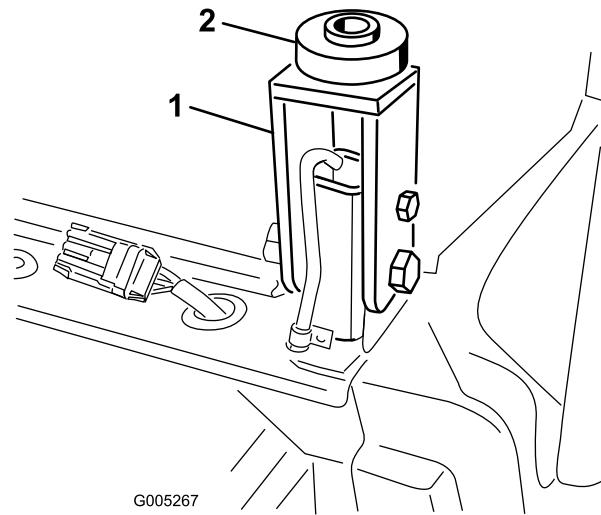

Рисунок 112
35. Установите резиновое крепление на каждую опору кабины в задних крепежных местах (Рисунок 112).